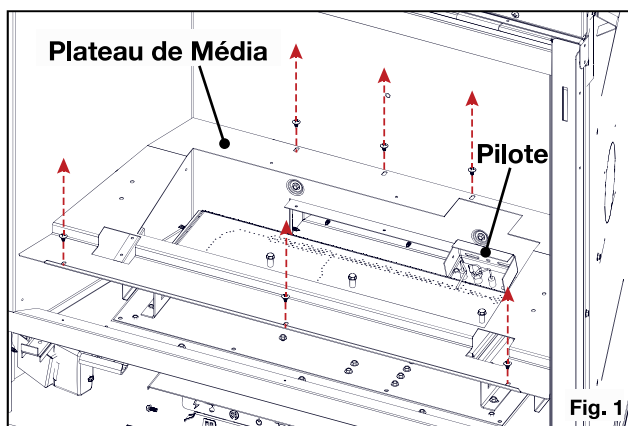

Fig. 1
2. Retirez la grille en retirant les deux (2) vis.
3. Retirez le plateau de média en retirant les six (6) vis (Fig. 1).
7. Retirez les deux (2) vis qui servent à sécuriser le pilote en place (Fig. 1). En utilisant un clé de maintien, retirez le tube de veilleuse du bas de la veilleuse (Fig. 3). Retirez l'injecteur et le remplacez avec l'un fourni. Réattachez le tube de pilote et le pilote au support.